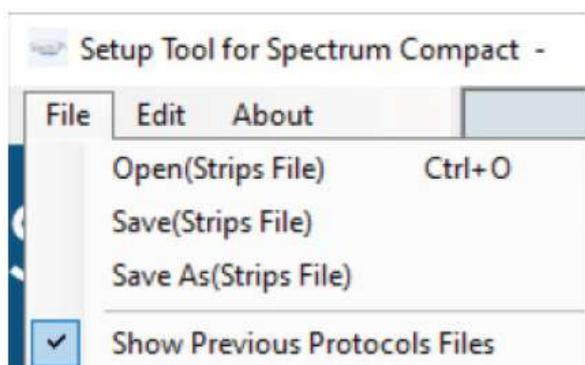

図 191 File メニュー画面
6. File では、既存の strips.xml ファイルを開くことや、編集したストリップを保存することができます。“Show Previous Protocols Files”のオプションにチェックを入れると、ツールを使用するたびにプロトコル.xml ファイルの再選択を求められます。このオプションのチェックを外した場合、ツールは最後に選択したファイルを引き続き使用します。(図 191)